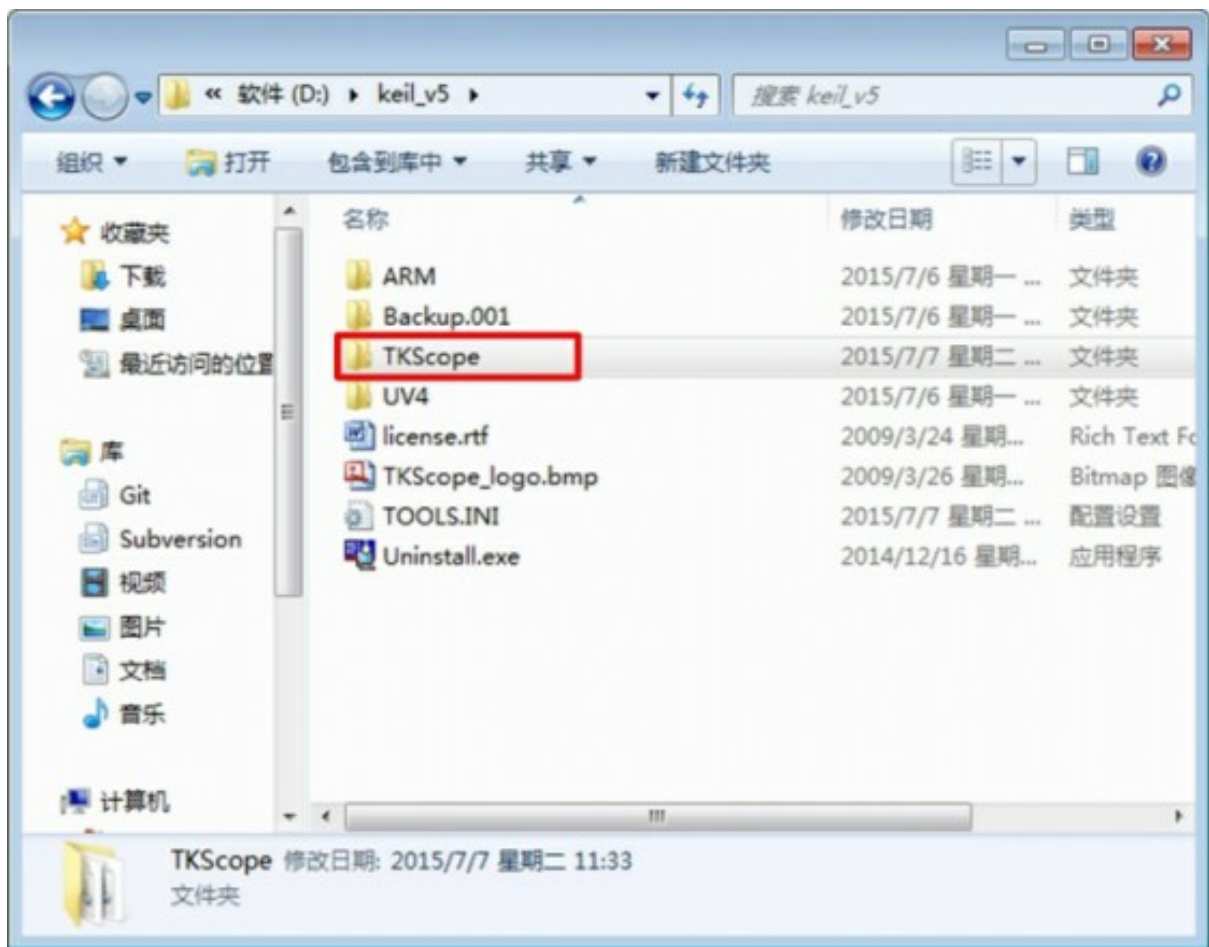

图 42: TKScoope ARM 安装目录
(8) 至此, TKScope ARM 的安装全部完成, 安装正确后, 我们可以在 Keil 的根目下找到 TKScope 文件夹, 如 图 42 所示。